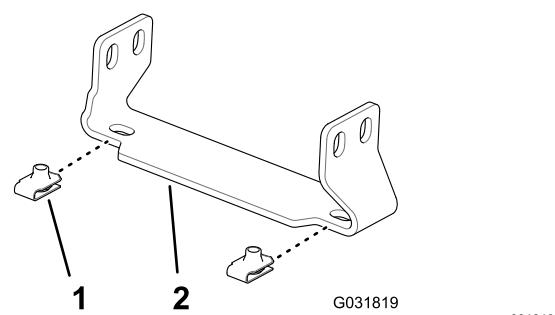

Figura 150
1. Instale as 4 porcas clipe (Peça Toro N.º 94-2413) nos 2 suportes da cobertura da secção central (Peça Toro N.º 131-3703-03), conforme indicado na Figura 150.